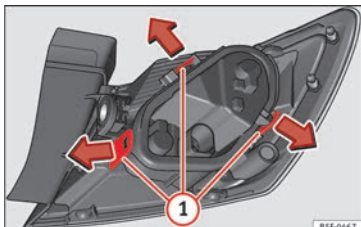

Fig. 112 Languettes de fixation au dos du feu arrière.
- Démontez le porte-ampoule »» **fig. 112** en déverrouillant les languettes de fixation **1**.